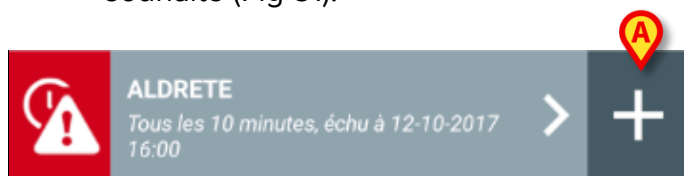

Fig 51
- Taper sur l'icône **+** sur la mosaïque correspondante à l'ensemble de données souhaité (Fig 51).